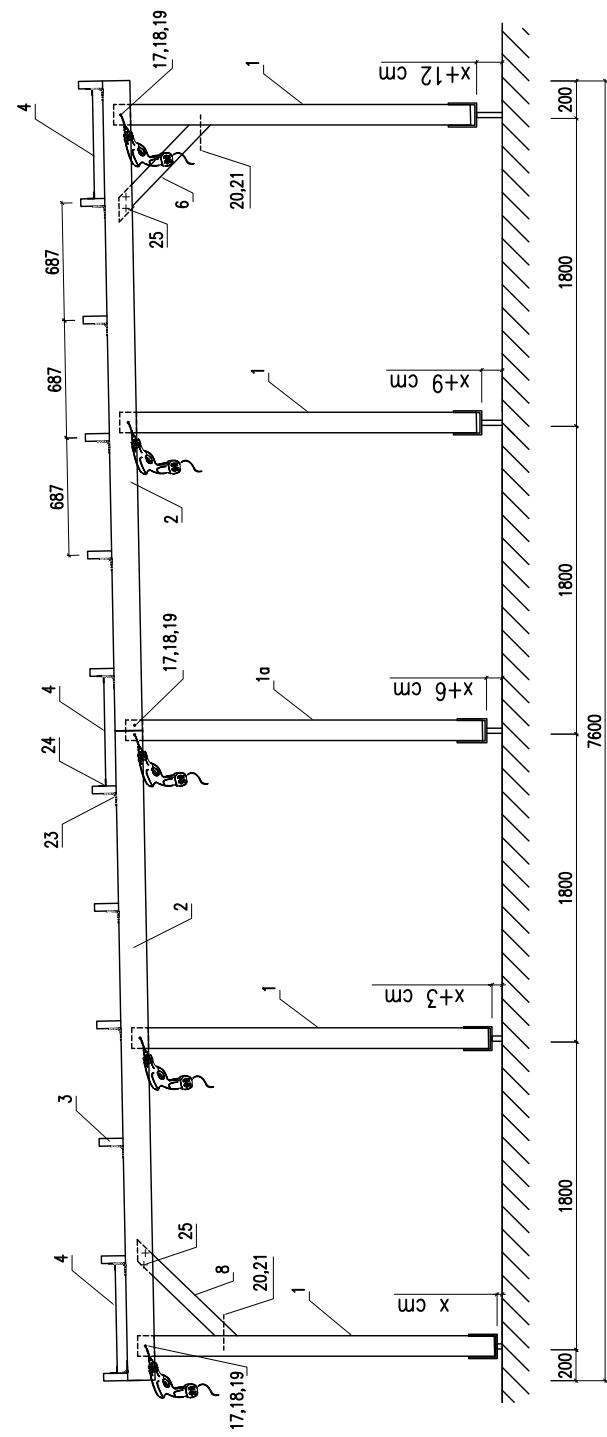
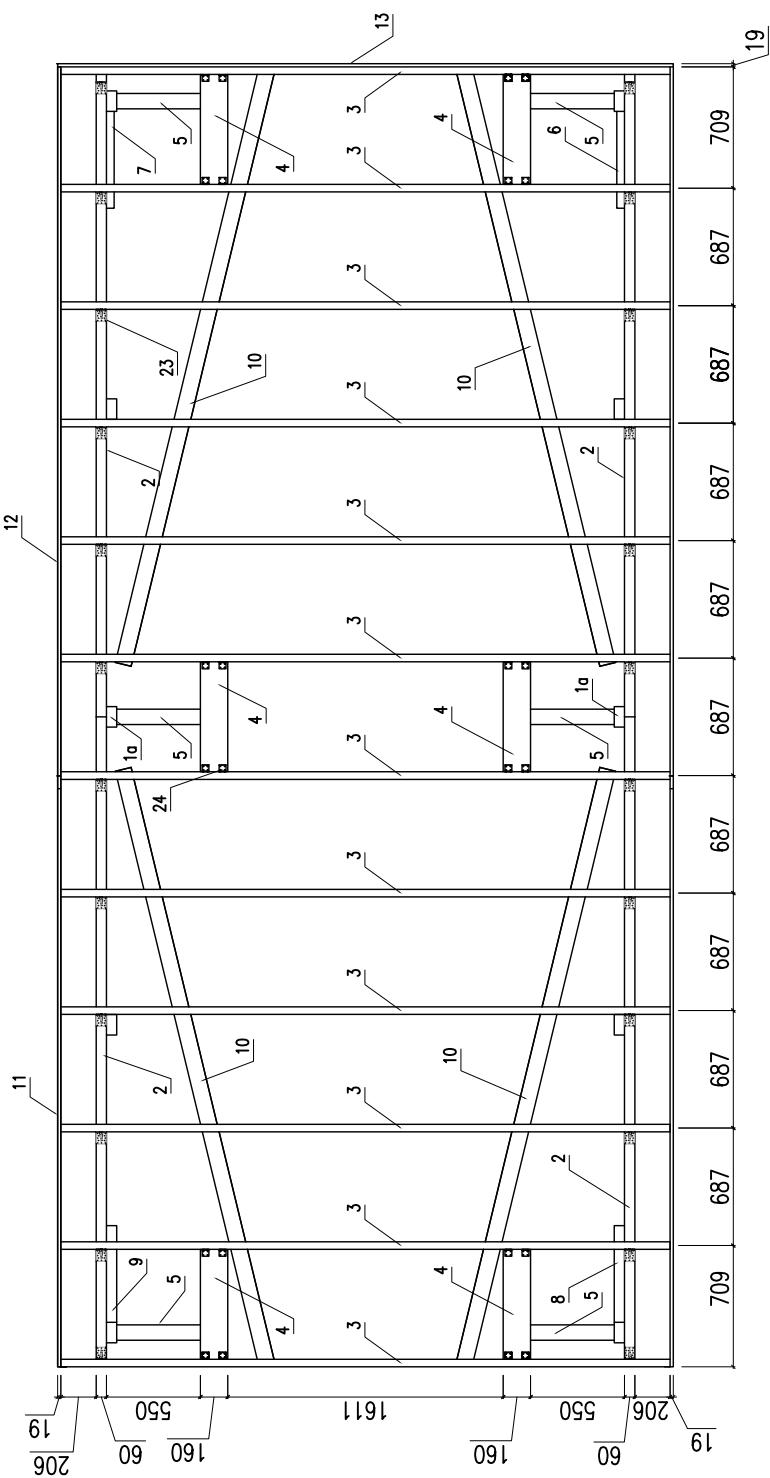

Fig. 2
Fig. 3
- a) asetades prussikingad eri kõrgustele (vt. joonis Fig. 2)
Aseta kohale sarikad (Pos. 3). Kaugused vaata jooniselt Fig. 3. Kinnita sarikad nurgikutega (Pos. 23).
Seejärel paigalda tugidetailid (Pos. 4). Vaata detailide asetust vastavalt joonisele Fig. 2 ja Fig. 3. Kinnita nurgikute (Pos. 24) abil.
Et muuta varikatus veelgi stabiilsemaks, monteerि järgmisena diagonaalid (Pos. 10). Diagonaalid kinnita kruvidega (Pos. 26) vastavalt joonisele Fig. 3 sarikate alumisele küljele.